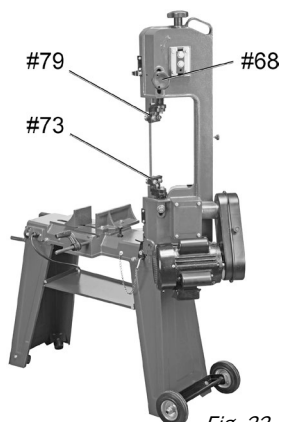

Fig. 22
1. Le support de guide-lame supérieur (n° 79) s'ajuste en desserrant le bouton de réglage du guide-lame (n° 68) et en glissant le support vers le haut ou vers le bas en fonction de la profondeur de la pièce à travailler (fig. 22).